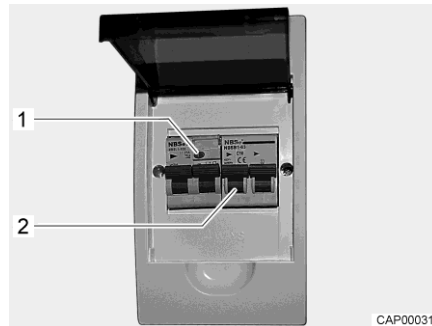

Bild 77 230 V-säkringslåda med ledningskyddsbrytare och FI-brytare
En jordfelsbrytare (FI-brytare) i säkringslådan skyddar hela fordonet mot läckström (0,03 A). Den efterkopplade ledningskyddsbrytaren (10 A) (Bild 77,2) säkrar 230 V-nätet.
- När fordonet är anslutet till 230 V-försörjningen: Tryck på kontrollknappen (Bild 77,1). Jordfelsbrytaren måste lösa ut.